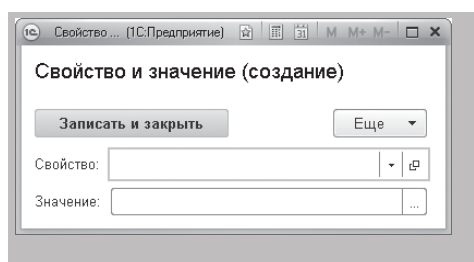

Рисунок 22.28 - Форма записи регистра «Значения свойств номенклатуры»
3.12 Проверим результат изменений в режиме «1С:Предприятие». В результате форма записи регистра **ЗначенияСвойствНоменклатуры** примет вид (рисунок 22.28).
Нажмем кнопку **Создать**. В открывшейся форме (см. рисунок 22.28) создадим свойство **Цвет** со значением **Белый**. Для этого нажмем кнопку выбора в поле **Свойство** и в выпадающем списке нажмем на ссылку **Показать все**.